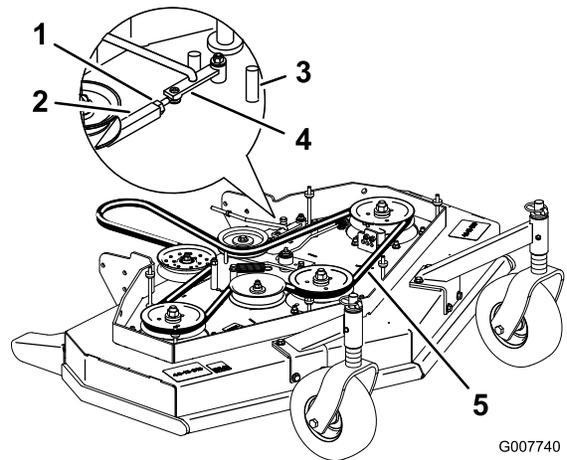

Figura 43
3. Afloje la contratuerca del tensor (Figura 43).
4. Gire el tensor hacia la parte trasera del cortacésped para aumentar la tensión de la correa. Gire el tensor hacia la parte delantera del cortacésped para reducir la tensión de la correa (Figura 43).